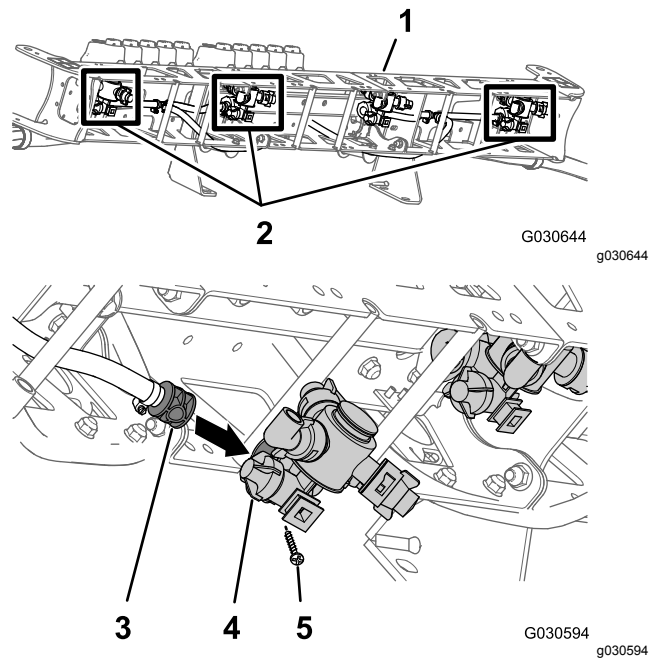
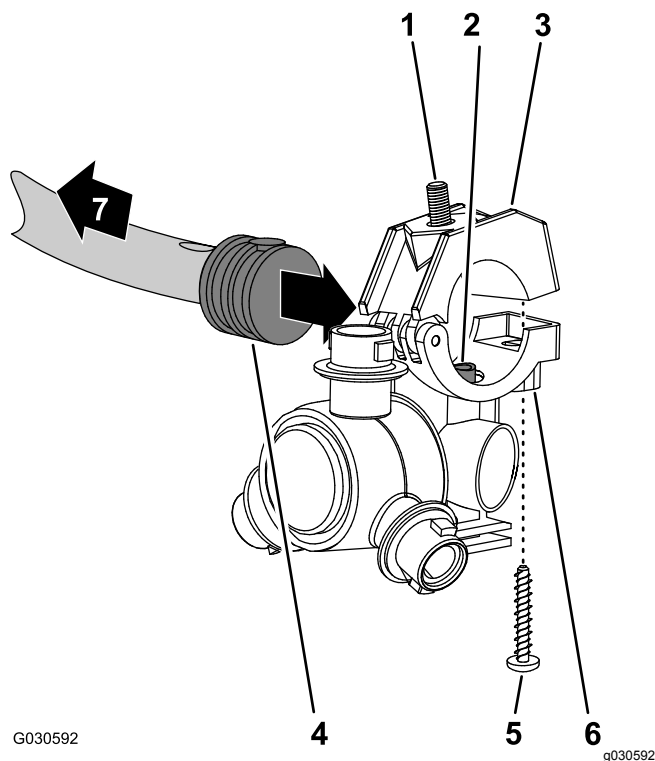

Figura 120
Figura 121
4. Cierre la mitad superior de la abrazadera alrededor del conector de manguera dentado y sujete la mitad de la abrazadera y el cuerpo de la boquilla de fumigación (Figura 121) con el tornillo de acero inoxidable (Nº 12 x 1¼").
3. En la sección de brazo central, alinee el tubo de transferencia de la base de una boquilla del fumigador (Figura 120 y Figura 121) con